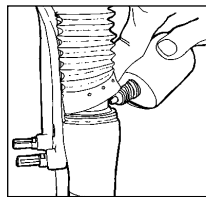

Fig. 7
1. Pulire le superfici esterne e l'area della guarnizione Resi-wiper e del tubo superiore. Applicare da due a tre gocce di olio addizionato al teflon ai tubi superiori all'altezza della guarnizione Resi-wiper (vedere Fig. 7).